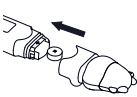

Figura 5
4. Utilizzare un oggetto appuntito, ad esempio una penna, per rimuovere la vecchia batteria. Sostituire la batteria in modo appropriato. Sostituire con una nuova batteria da 1,5 V CC del tipo LR41 o SR41, UCC392, o equivalente. Assicurarsi che la batteria sia installata con la polarità rivolta verso l'alto (Figura 5).